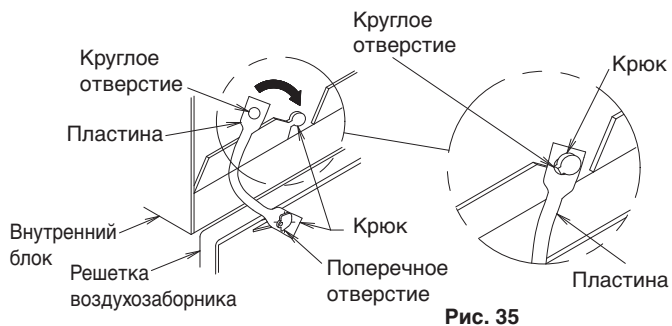

Рис. 35
- При установке решетки воздухозаборника навесьте трос решетки воздухозаборника на подвешенную часть внутреннего блока, показанную на рис. 35.